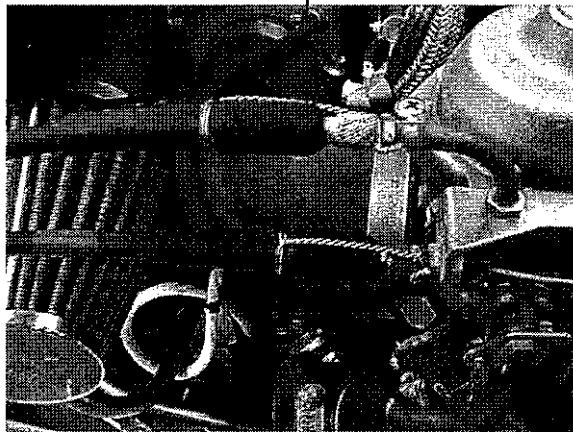

Fig. 22
- 16l. Manetta ed arricchitore miscela: ricollegare i bowden della manetta e dell'arricchitore di miscela dopo averli fissati con una fascetta a strappo all'astina laterale di sostegno dell'assieme flabello motore (lato destro e sinistro). Applicare una frenatura ben tesa all'estremità della guaina di ogni bowden (vedi fig.22)
- 16l. Throttle and choke control cables: connect the throttle and choke control cables after securing them with a clip to the engine baffle assy support strut (left and right hand sides). Secure the end of each bowden sheath with very tight safety wire (see fig. 22)